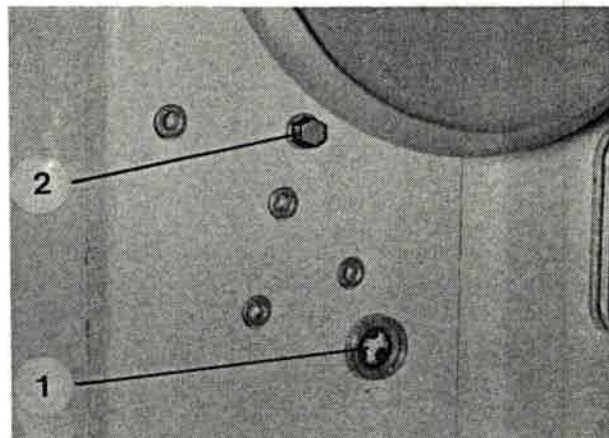

Bild 98
1. Ölstand der Elektromagnetbremse am Schauglas (Bild 98/1) prüfen; er muß bis zur Mitte des Schauglases reichen.
2. Zum Nachfüllen Einfüllschraube (Bild 98/2) herausschrauben und Öl bis Mitte Schauglas auffüllen (Schmierstoff siehe Abschnitt 1.2).